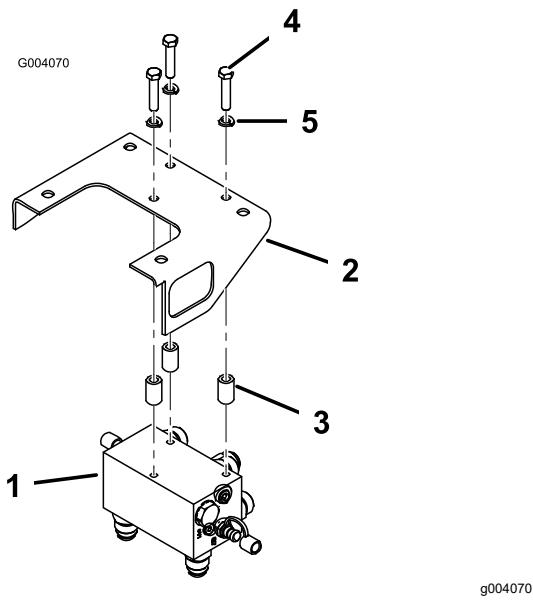

Рисунок 5
- Прикрепите коллектор в сборе к нижней стороне кронштейна коллектора 3 болтами (3/8 x 1-3/4 дюйма), стопорными шайбами (3/8 дюйма) и проставками. Расположите проставки между кронштейном коллектора и верхней частью коллектора. Коллектор должен быть расположен так, чтобы штуцеры были направлены назад и вниз (Рисунок 5).